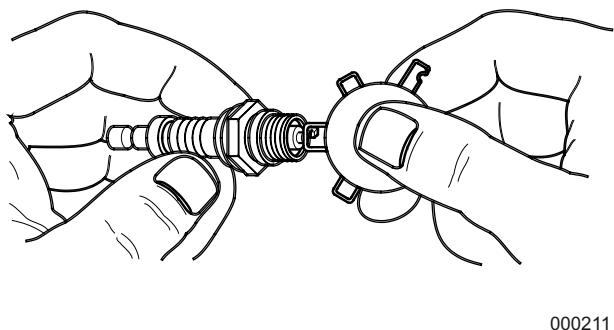

Figure 4-4. Écartement des électrodes
4. Régler l'écartement des électrodes de la nouvelle bougie d'allumage entre 0,70 et 0,80 mm (0,028 et 0,031 po) (Figure 4-4).